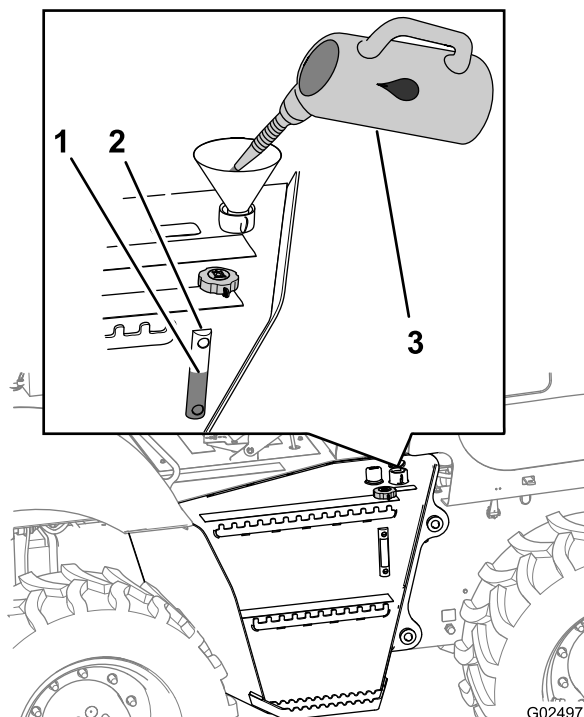

Рисунок 109
1. Заполните бак гидросистемы гидравлической жидкостью указанного типа так, чтобы ее уровень находился посередине визуального указателя (Рисунок 109).
3. Установите крышку заливной горловины на место (Рисунок 109).